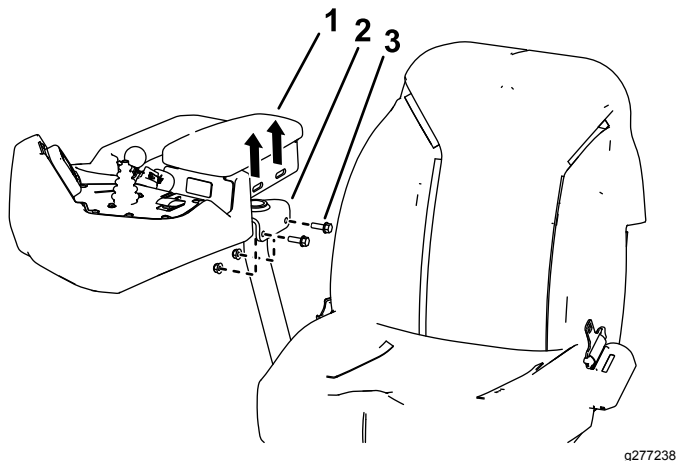

Figura 2
- Retire os dois parafusos flangeados e porcas que prendem o apoio para o braço ao banco (Figura 2). Guarde as fixações.